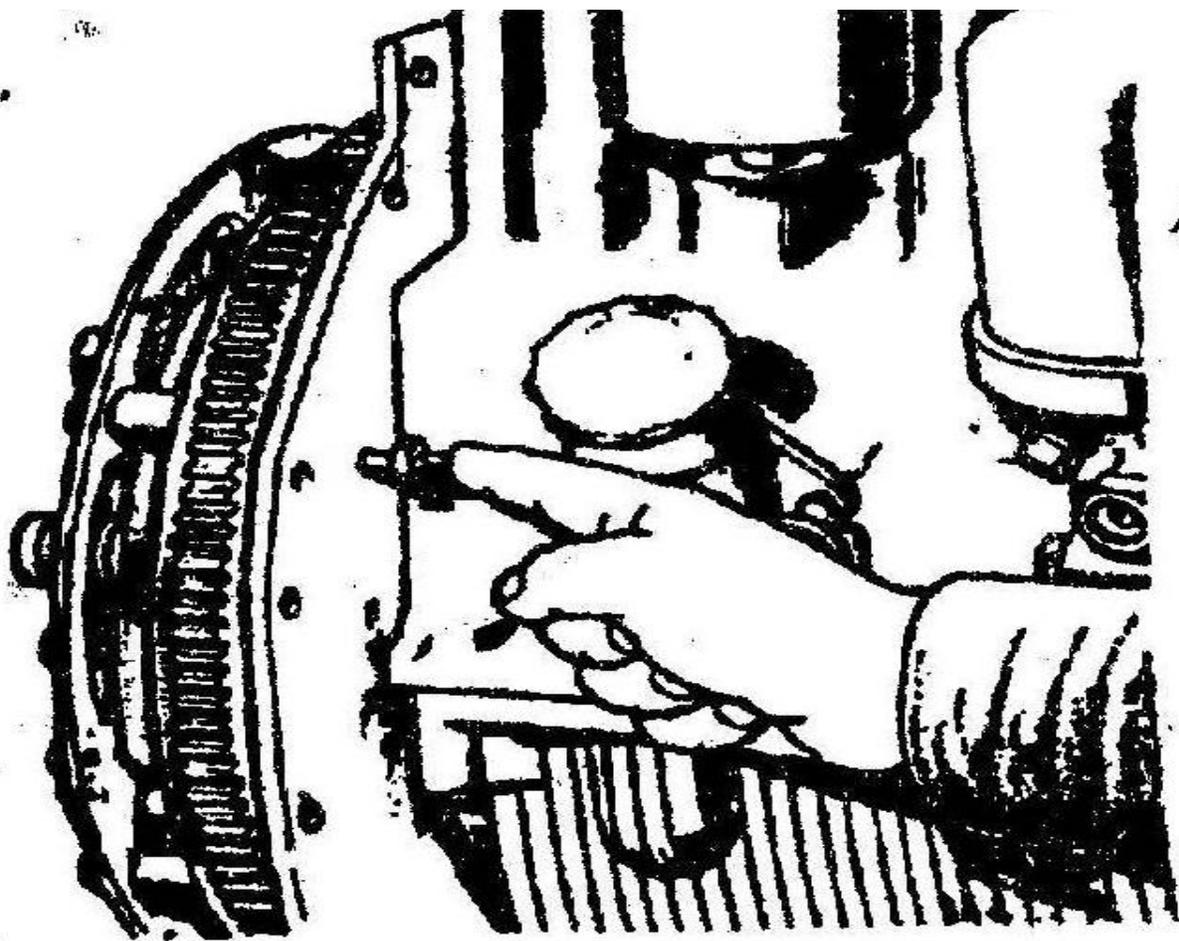

Рис. 46. Установка фиксатора в отверстие заднего листа и маховика.
- выверните фиксатор из резьбового отверстия заднего листа и вставьте его обратной стороной в то же отверстие до упора в маховик (рис. 46), при этом фиксатор должен совпасть с отверстием в маховике (это означает, что установленный угол начала подачи топлива соответствует заданному).